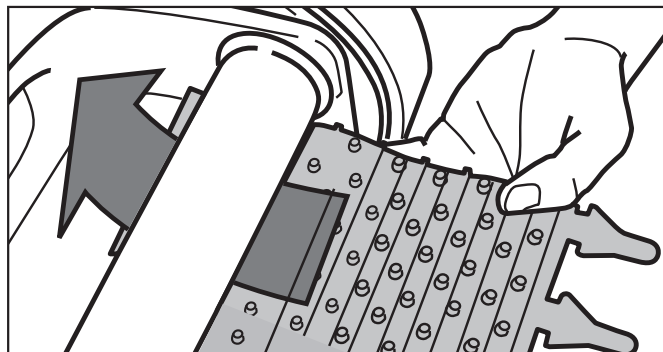

Figure 20. Positionnement de la nouvelle brosse sur l'enrouleur
2. Positionnez la nouvelle brosse sous l'enrouleur, avec les pointes orientées vers le bas (Figure 20).